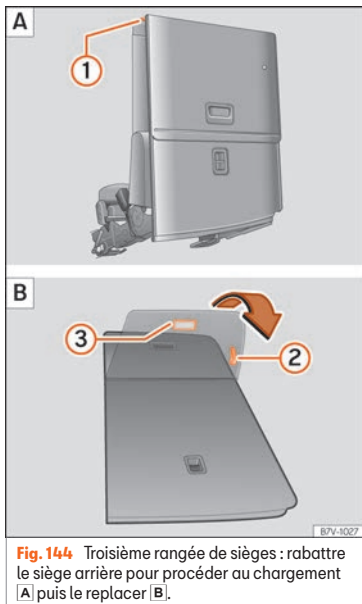

Fig. 144 Troisième rangée de sièges : rabattre le siège arrière pour procéder au chargement **A** puis le replacer **B**.
- Si nécessaire, tirez sur le levier » fig. 144 2 pour déplacer la banquette vers la position souhaitée.
- Tirez le levier » fig. 144 1 vers le haut et rabattez le dossier entièrement vers l'avant. Le siège arrière se rabat vers l'avant » 1 et le coussin d'assise se déplace également vers l'avant.
- Tirez sur la poignée » fig. 144 ② pour remettre la plage du siège.
- Tirez sur la poignée » fig. 144 ③. L'ensemble du siège se déplie vers l'arrière.